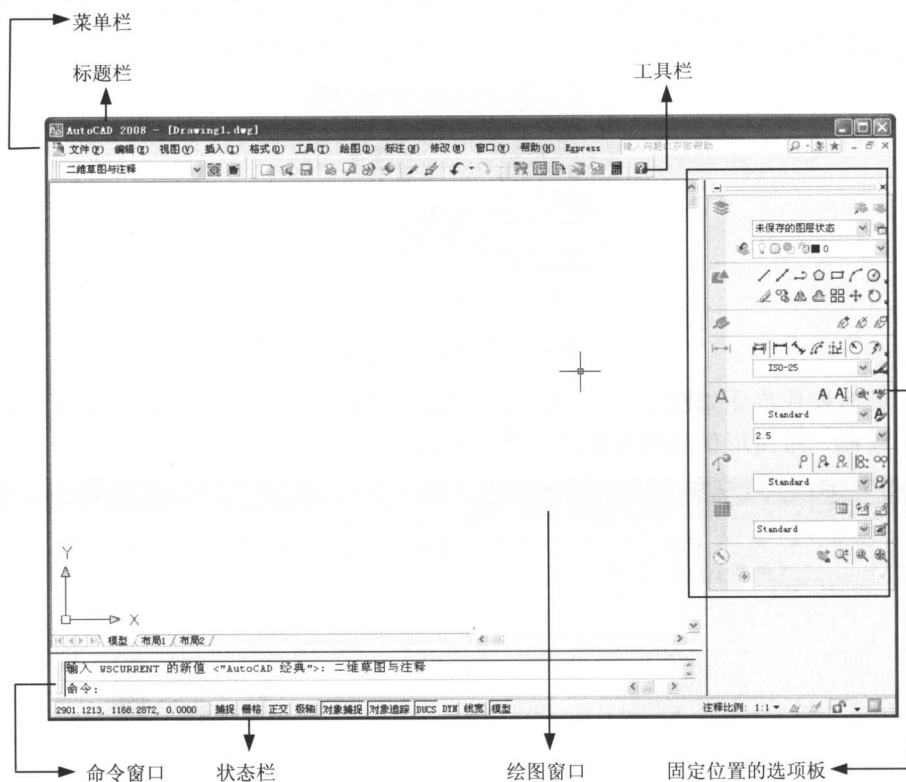

图 1.2 AutoCAD 2008 操作界面
- (3) 此时会打开 AutoCAD 2008 操作界面,当前显示的是【二维草图与注释】工作空间,如图 1.2 所示。